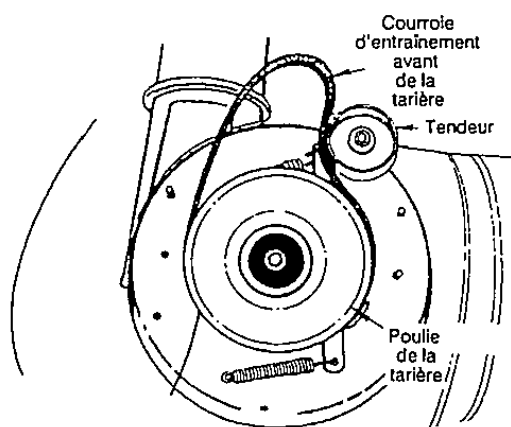

FIGURE 27
- Pour démonter la courroie avant de la tarière, poussez le tendeur vers la gauche et dégagez la courroie de la poulie avant de la tarière. Voir la figure 27. Remplacez les deux courroies en procédant dans l'ordre inverse.